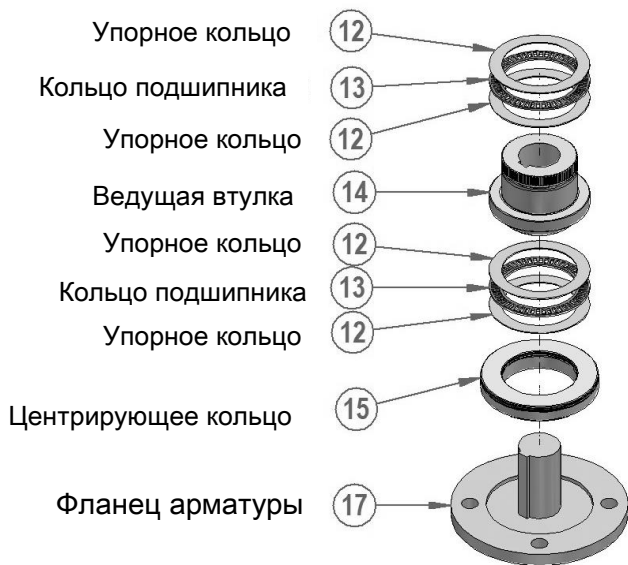

Рис. 12 - Установка на штное арматуры
Перед установкой редуктора на арматуру проверить соответствие диаметра выступа центрирующего кольца, поставляемого совместно с редуктором (деталь 15 в рис. 12) пазу под центрирующее кольцо в монтажном фланце арматуры.
В дополнение к пунктам, указанным в разделе 7.3.1, рекомендуется сначала установить сборку обработанной ведущей втулки на шток арматуры, а затем опустить редуктор на сборку ведущей втулки. Детали сборки см. в Рис. 12 и Рис. 13.
Установить обработанную ведущую втулку (14), упорные подшипники (12 и 13) и центрирующее кольцо основания (15) на штк арматуры, как указано в рис. 12. Подшипники следует смазывать соответствующей смазкой (см. таблицу 5). Смазать подшипники, ведущую втулку и штк арматуры. Обратите внимание, что центрирующее кольцо имеет внутреннее и внешнее уплотнения, которые также необходимо смазать.